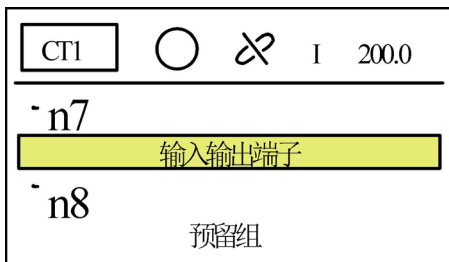

图 4-15
8. 按  按键，选择“n7- 输入输出端子”，如图 4-15